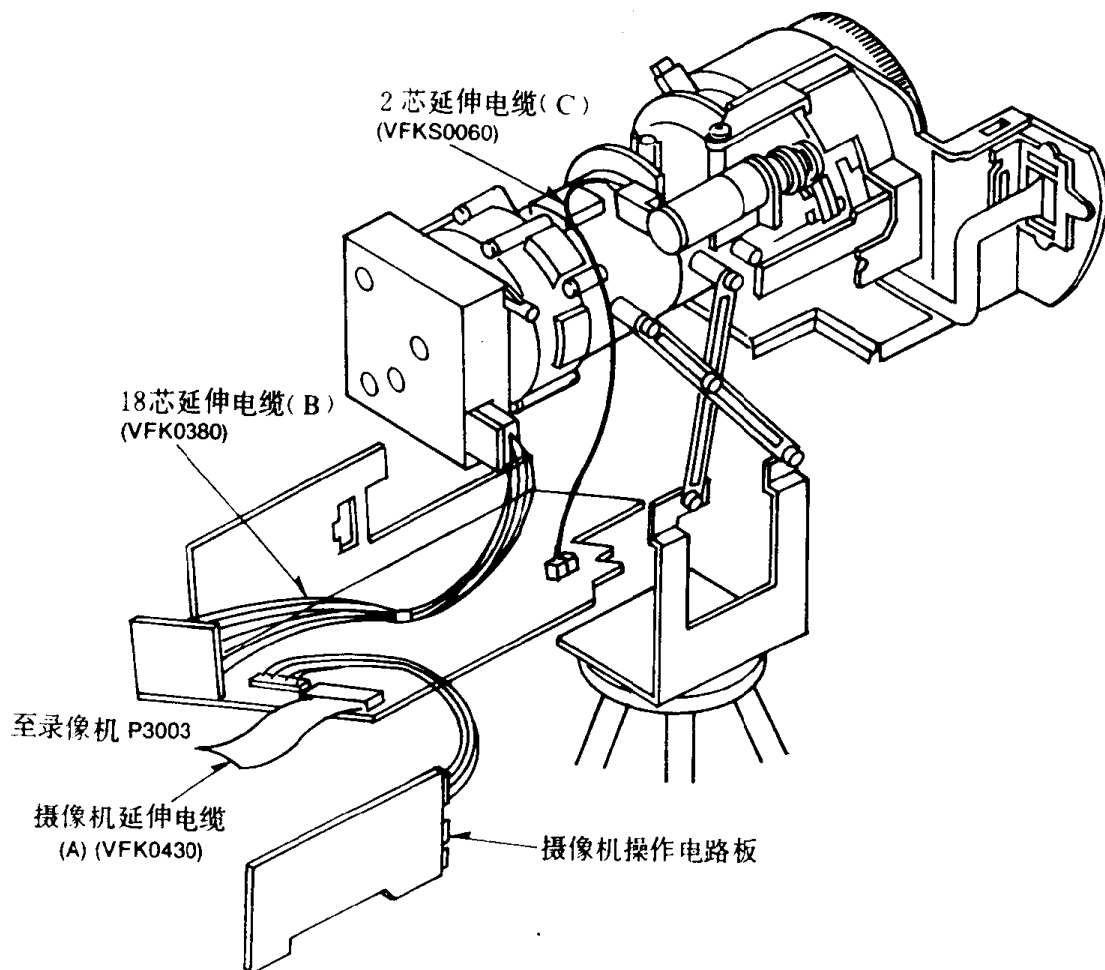

图 1-10
当维修摄像机部分时,必须连接 18 芯延伸电缆 (B) (VFK0380) 和 2 芯延伸电缆 (C) (VFKS0060),如图 1-10 所示。